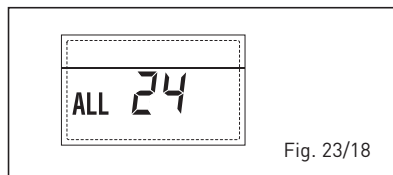

Fig. 23/18
– ANOMALÍA SONDA ACUMULADOR SOLAR (S2) “ALL 25” (fig. 23/19)